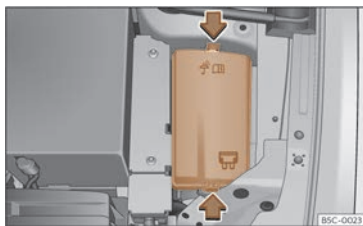

Fig. 233 Dans le compartiment moteur : cache du boîtier de fusibles.
- Appuyez sur les languettes de verrouillage pour déverrouiller le cache du boîtier à fusibles >>> **fig. 233**.